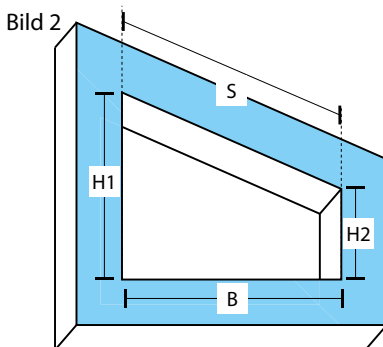
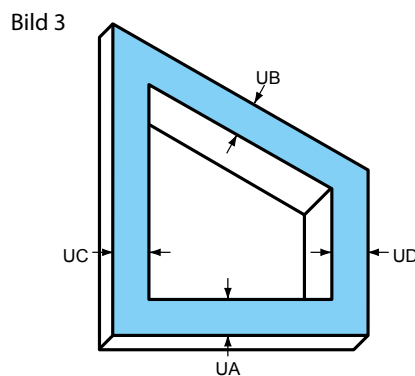

Bild 2
Bild 3
- Bei der Aufmontage auf den Flügel oder den Rahmen geben Sie uns bitte die Flügellichtmaße (Bild 2) und den gewünschten Überstand (Bild 3) an allen Glasseiten an.